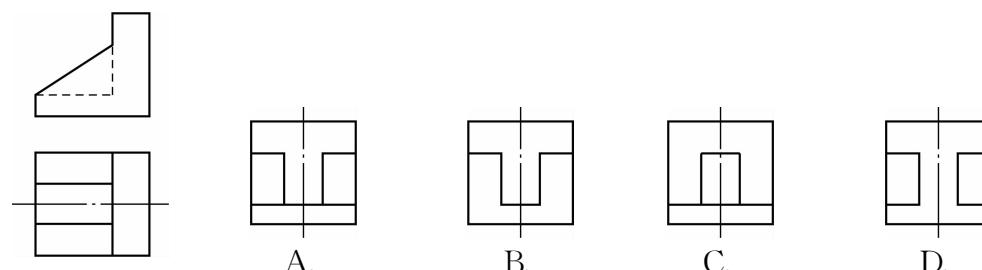

图 1-3-5
5. 根据图 1-3-5 所示的主、俯视图, 正确的左视图是( )。